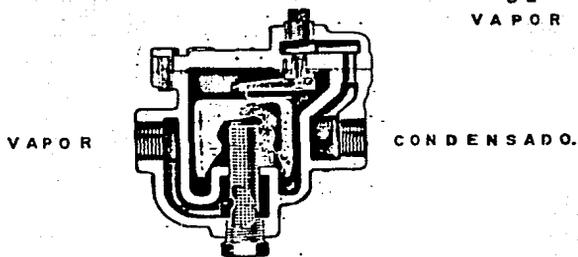

FIG. 8.12 ARRIBA ESPREA DE COMBUSTOLEO.
- 1.- Sacar el cañon del quemador para limpiar la espesa de combustible. Solo combustoleo. Ver fig. 8.12.
- 4.- Girar la perilla del filtro de navajas (655) y abrir la válvula de purga del filtro. Solo combustoleo.